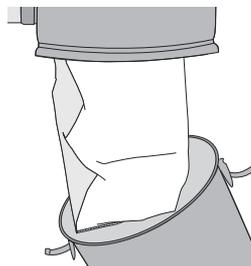

Figure 17
1. Pour accéder au sac, défaire les deux attaches de la cuve et la retirer de l'appareil **(figure 17)**.
To access the bag, unlatch the two clips and remove the dust receptacle **(figure 17)**.
3. Défaire les attaches et retirer la cuve de l'aspirateur (voir page 14, figure 17).
Unlatch the two clips and remove the dust receptacle (see page 14, figure 17).